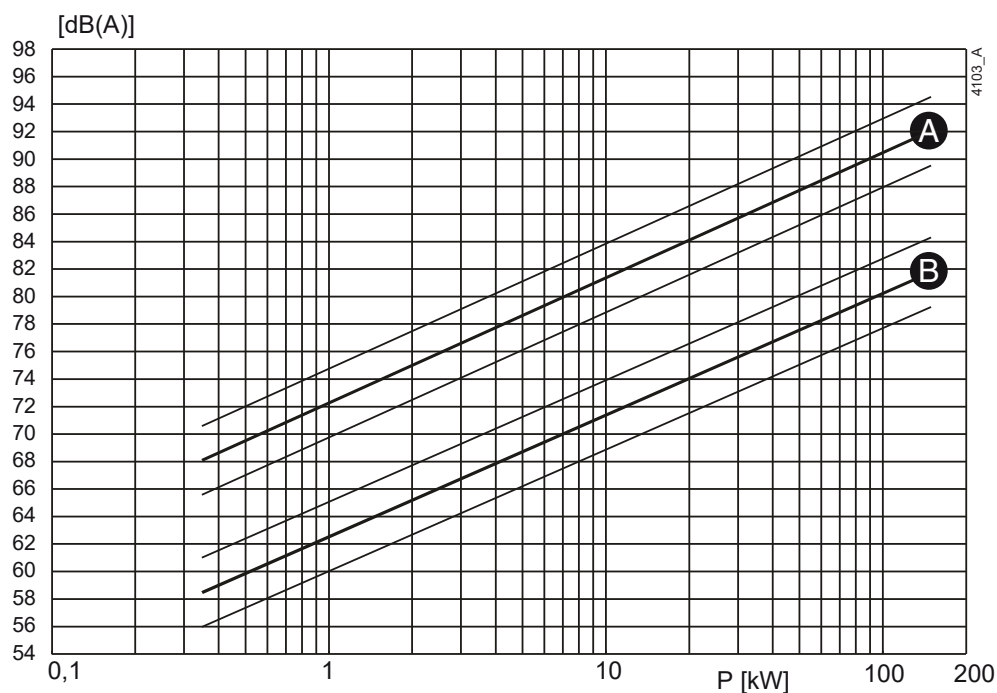
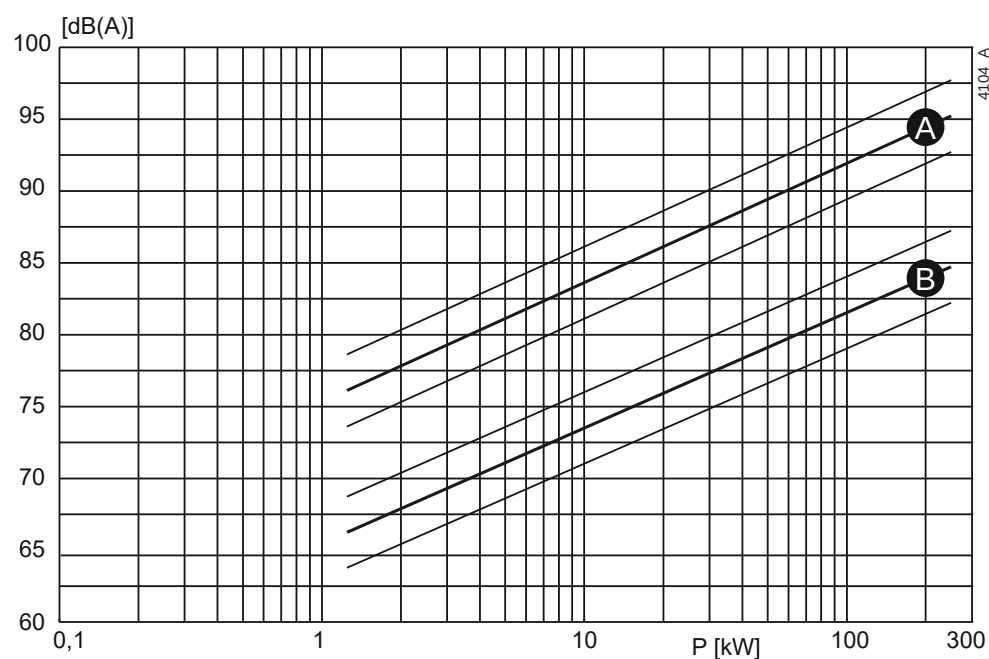

Bild 110: Ljudnivå som funktion av pumpeffekt [kW] vid 1450 min^{-1}
Bild 111: Ljudnivå som funktion av pumpeffekt [kW] vid 2900 min^{-1}
- 1 Bestäm ljudnivå (L_1) för pumpen bild 110 eller bild 111.